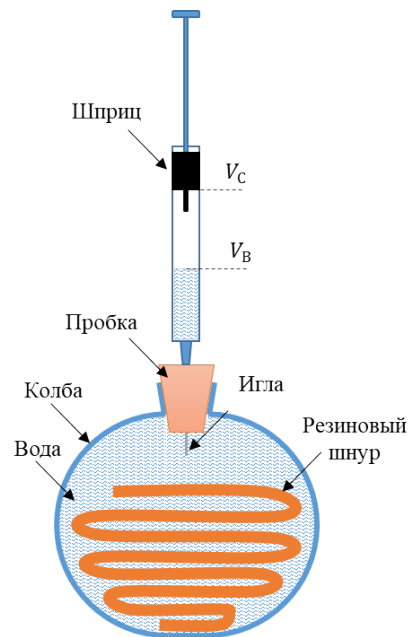

Рис. 2. Установка для измерения модуля всестороннего сжатия резины
4. Поместите шнур в залитую водой до краев колбу (см. рис. 2 на стр. 2). Заткните колбу пробкой, проткнутой иглой от шприца. Наберите в шприц воду таким образом, чтобы нижняя половина шприца была заполнена водой, а верхняя половина - воздухом. Вставьте шприц в штуцер иглы. Собирая установку, стремитесь к тому, чтобы в колбе, игле, штуцере и нижней половине шприца отсутствовали пузырьки воздуха. Снимите зависимость уровня воды V_B , отсчитываемого по шкале шприца, от суммарного объема V_C воды и воздуха в шприце.